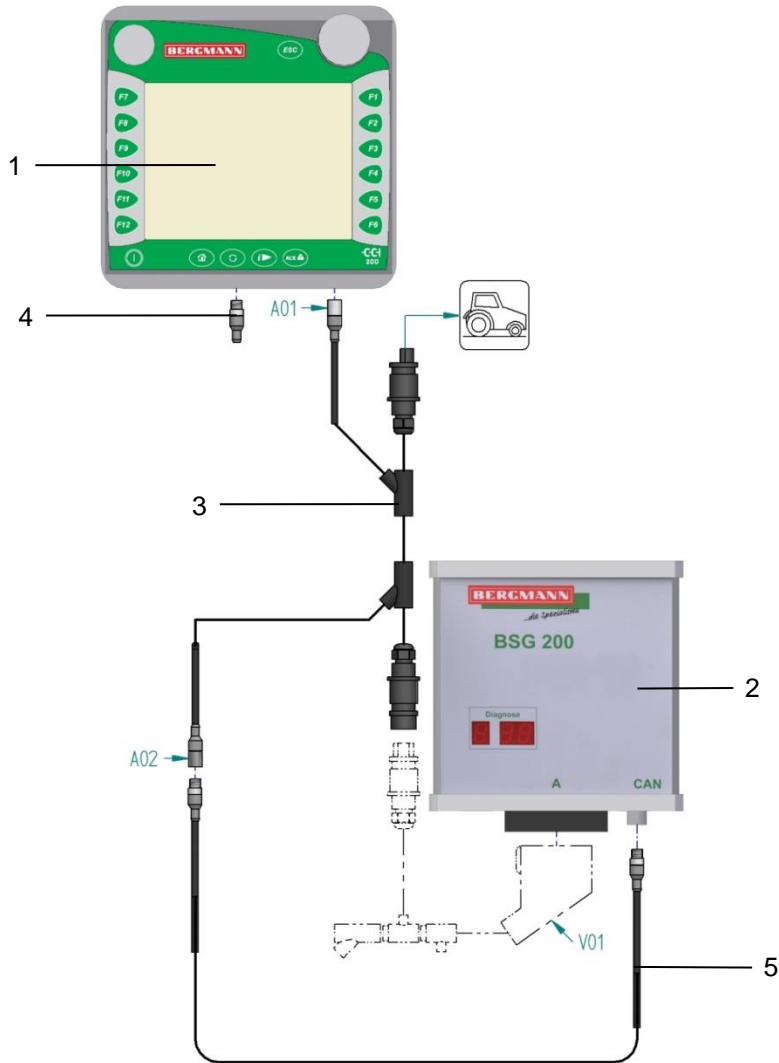

Bild 6: Anschlussschema des Terminals CCI50 / CCI200 mit BSG200
- Verbinden Sie das Steuergerät BSG200 (Bild 6 / Pos.2) mit den entsprechenden Anschlüssen des Versorgungskabels (Bild 6 / Pos.3) mittels Adapterkabel (Bild 6 / Pos.5) unter Berücksichtigung der nachfolgenden Daten:
- Verbinden Sie die Anschlüsse des Versorgungskabels (Bild 6 / Pos.3) mit den entsprechenden Anschlüssen des Kabelbaums, des Terminals (Bild 6 / Pos.1), des Adapterkabels (Bild 6 / Pos.5) und der Stromversorgung am Traktor unter Berücksichtigung der nachfolgenden Daten:
- Verbinden Sie den Abschlusswiderstand (Bild 6 / Pos.4) mit dem Terminal (Bild 6 / Pos.1) unter Berücksichtigung der nachfolgenden Daten: